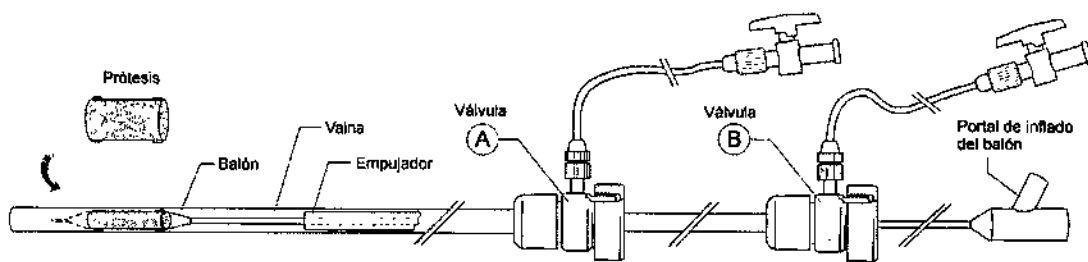

Figura -3-
Las válvulas hemostáticas tienen accesos laterales o portales que permiten purgar los tubos (vaina y empujador) hasta quitar completamente el aire de su interior (ver Figura -3-).
- Abra la llave a rosca de la válvula "A" que libera el empujador (Figura -3-).